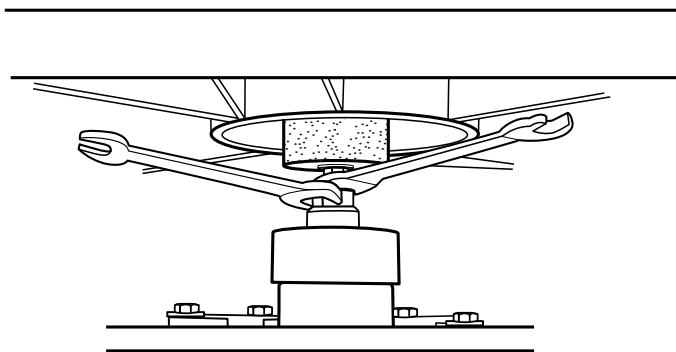

FIGURE 4
- À l'aide d'une deuxième clé de 17mm, placée sur le dessus de l'écrou de fixation de la broche voir Figure 4, resserrez la broche d'un autre demi-tour, mais pas plus.
- En utilisant deux clés de 17mm, comme indiqué à la Figure 4 (page 8), dévissez la broche en la tournant dans le sens des aiguilles d'une montre.